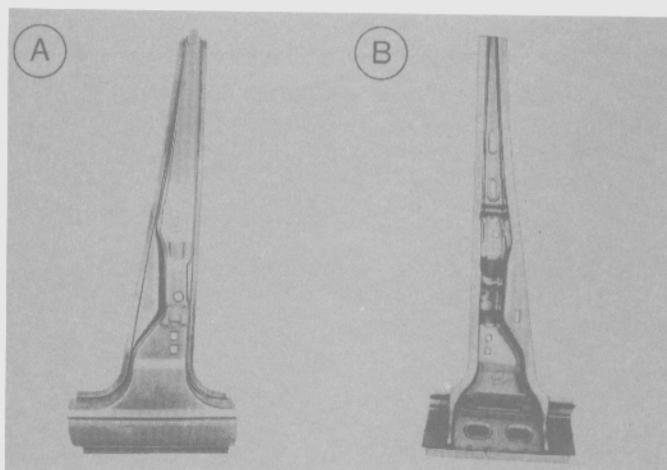

Fig. 265
- Cortar el pilar "B" del nuevo panel lateral (Fig. 265).